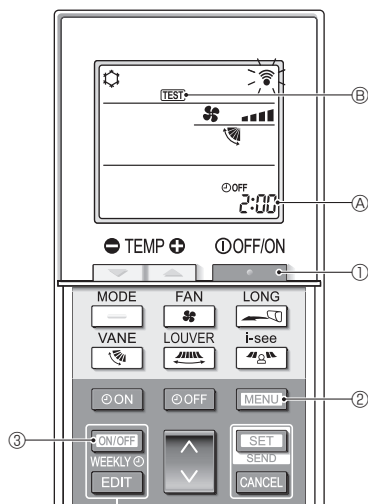

Fig. 7-5
7.2.2. Med trådlös fjärrkontroll (Fig. 7-5)
- Tryck på knappen ① för att stänga av luftkonditioneringen.
- Om veckotimern är aktiverad (**WEEKLY** lyser), tryck på knappen ③ för att inaktivera den (**WEEKLY** slocknar).
- Tryck på knappen ② i 5 sekunder.
- Tryck på knappen ②.